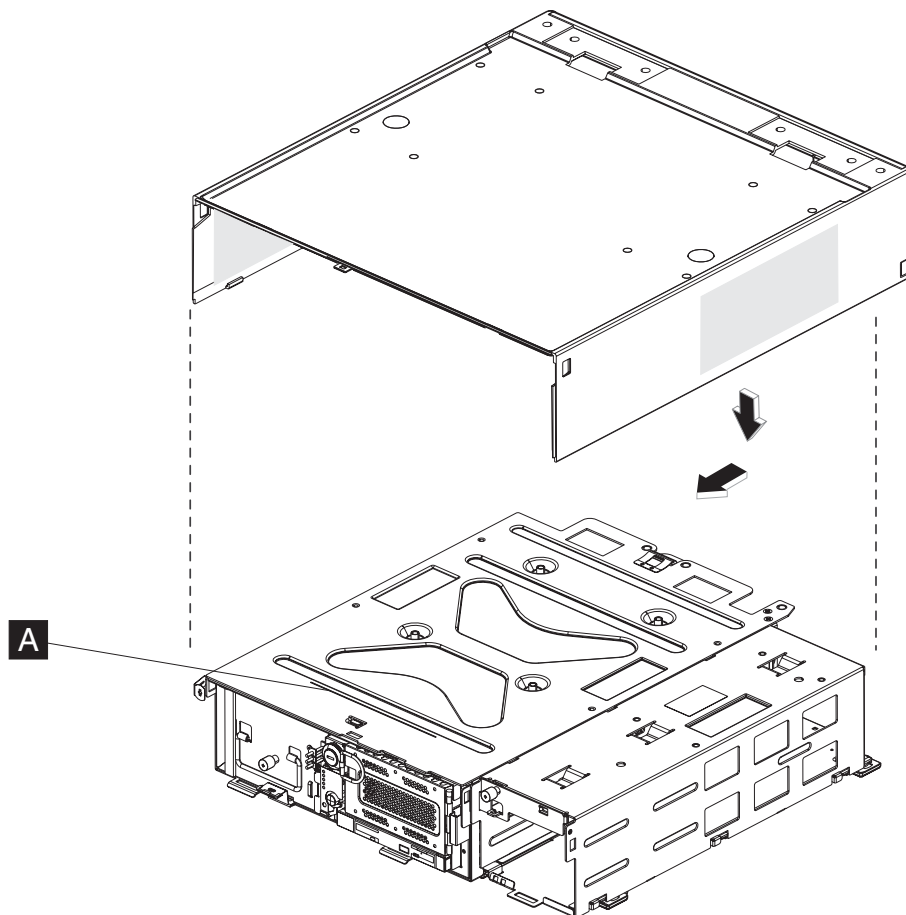

图 19. 安装顶盖
1. 将顶盖放在系统部件的合适位置以便前边缘与印在顶板上的线对齐 (图 19 中的 **A**)。